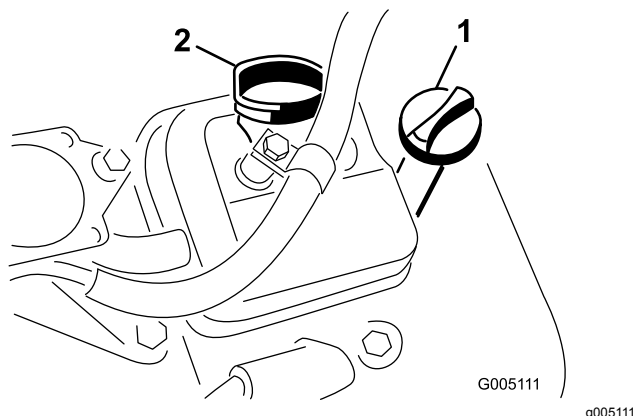

Рисунок 29
3. Вставьте и заверните масломерный щуп в трубку для щупа (Рисунок 29).